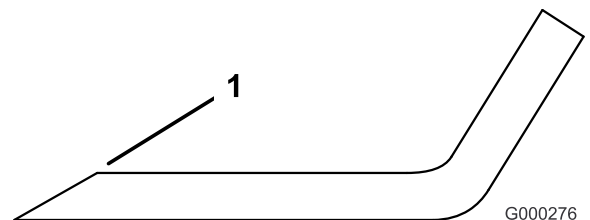

図 27
4. すべてのブレードの刃先を点検し、刃先が丸くなっていたり打ち傷がある場合には研磨する 図 27。
注 研磨は刃先の上面だけに行い、刃の元々の角度を変えないように十分注意する 図 27。両方の刃先から等量を削るとブレードのバランスを維持することができます。